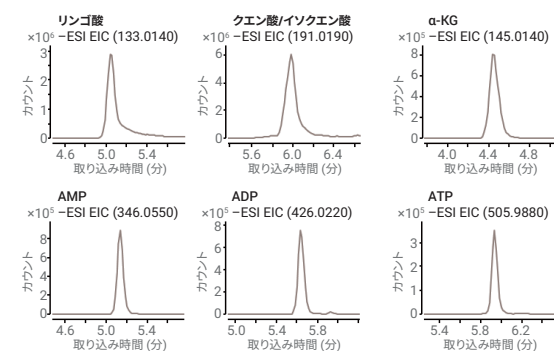

図 1. 代謝物の標準の代表的なクロマトグラム
- 図 1 は上述のメソッドを用いて取得した代謝物の標準 (5 ng/ μL サンプル、注入量 1 μL) の代表的なクロマトグラムを示しています。